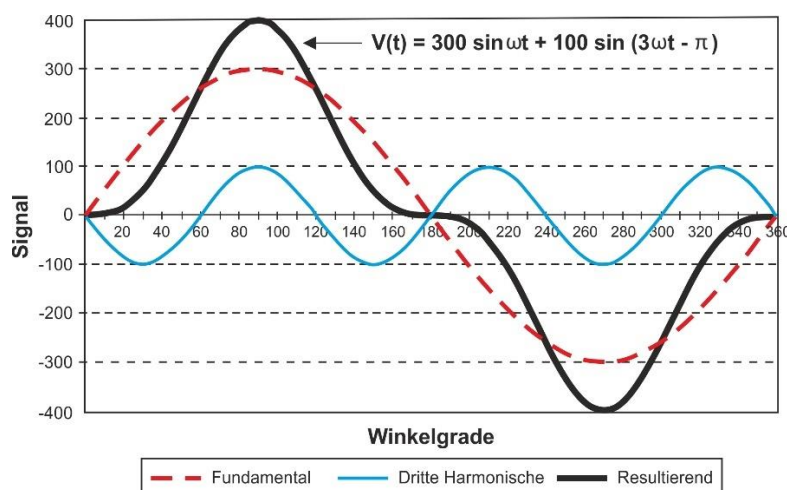

Abb. 88: Harmonischesanalyse – Wirkung der Summe von 2 Mehrfachfrequenzen
Es ist zu beobachten, dass in (1) der Index der Summenwelle von **1 bis ∞** reicht. Was tatsächlich passiert, ist, dass kein Signal eine unbegrenzte Anzahl von Harmonischen hat: **Es gibt immer eine Ordnungsnummer, über die hinaus der Wert der Harmonischen vernachlässigbar ist.** In der folgenden Abb. 88 finden Sie ein Beispiel für die Überlagerung einer Harmonische 3. Ordnung mit einer grundlegenden Sinuskurve eines Signals. Die Tatsache, dass sich die Phase der Harmonische im Gegensatz zur Phase befindet, erzeugt ein Signal, das signifikant verzerrt ist und eine größere Amplitude als die grundlegende Amplitude aufweist, was zu erheblichen Problemen bei der Verwaltung der Schutzvorrichtungen führen könnte.